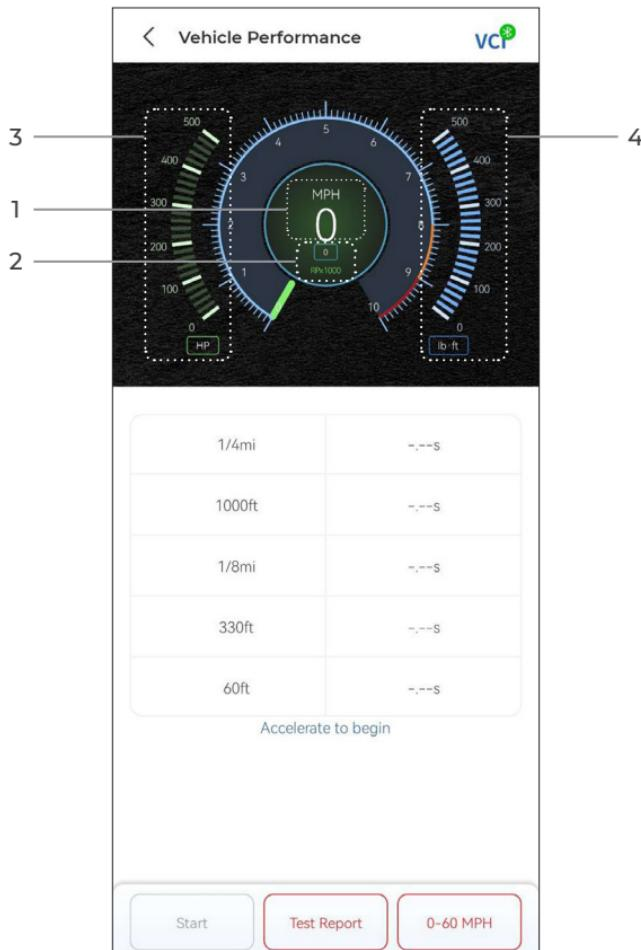
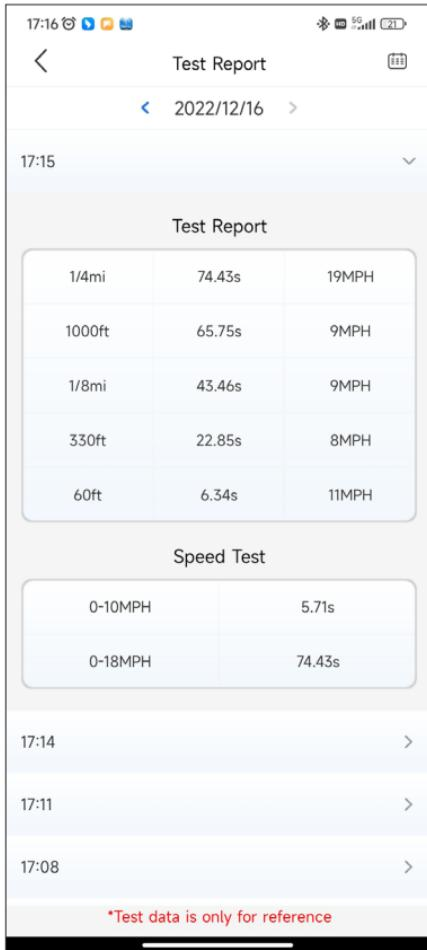

図 4-18
図 4-21
**1/4 マイル テスト結果** - 車両が特定の距離 (60 フィート、330 フィート、1/8 マイル、1000 フィート、1/4 マイル) を移動するのにかかる経過時間と、各ポイントでの瞬間速度を記録します (図 4-18 および図 4-21 を参照)。
**速度テスト結果** - 車両が特定の速度まで加速するのにかかる経過時間を記録します (図 4-21 を参照)。